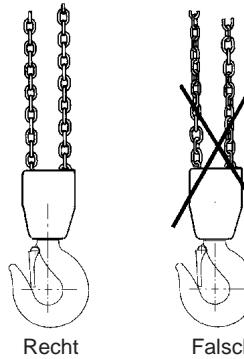

Abb. 5
- Die Kette darf keine Knicke aufweisen und darf nicht verdreht sein. Bei Hebelflaschenzügen mit 2 Ketten (6 t) besteht die Gefahr, dass die Kette verdreht wird, wenn die untere Flasche durch die Kettenenschlinge gerät – kann bei einer Ummontage oder beim Versetzen des Flaschenzugs von einem Arbeitsplatz zum anderen passieren. Siehe Abb. 5.